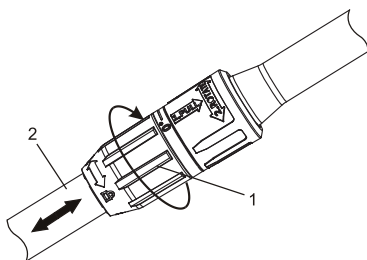

Fig. 5
1. Tourner la bague de verrouillage (1) du manche télescopique d'un tour dans le sens horaire (Fig. 5).
2. Faire glisser la section inférieure du manche télescopique (2) à l'intérieur ou à l'extérieur jusqu'à ce que la longueur désirée soit atteinte.